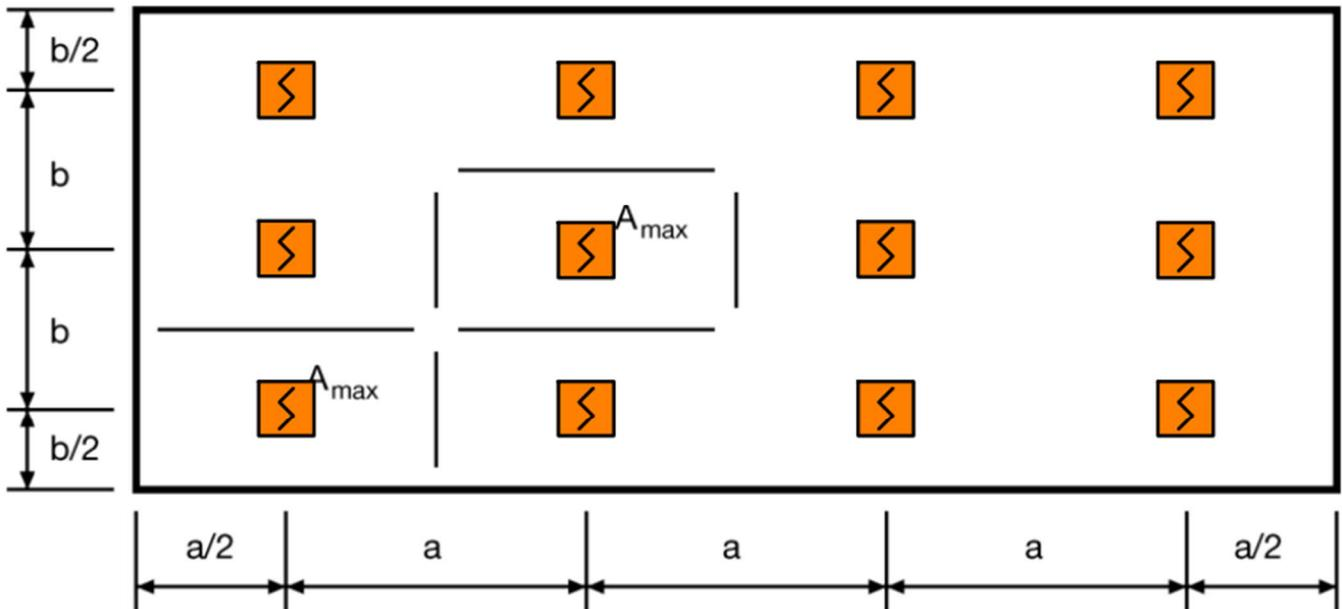

Abbildung 1 Anordnung von Brandmeldern in einem Raum von 18 m mal 40 m.
1. Für Brandmelder sind die maximal zulässigen Überwachungsflächen (A_{max}) und der maximal zulässige Abstand (a) festgelegt (Tabelle 1 und Abbildung 1).
a Maximal zulässiger Abstand zwischen zwei Brandmeldern. Der Abstand b ergibt sich aus A_{max} / a . Der Abstand zur Wand beträgt $a/2$ oder $b/2$. (siehe Abbildung 1)